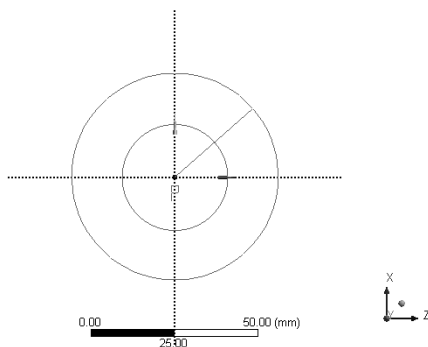

图 14-8 创建圆
Step6：重复上述步骤创建一个同心圆，如图 14-8 所示。